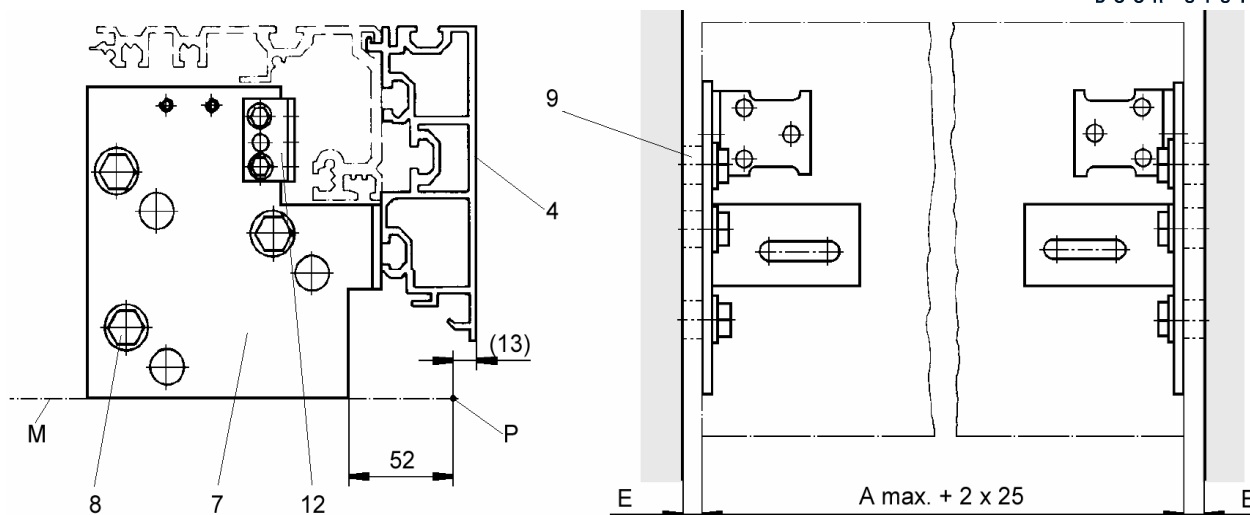

Рисунок 2.10 – Монтаж стеновых адаптеров
6. По горизонтали на линии М отмерить и маркировать расстояние в 52 мм внутрь от точки Р. То же проделать на противоположной стороне (см рисунок 2.10).
7. Сориентировать стеновой (боковой) адаптер (7) по линии М и закрепить с помощью трех крепежных винтов М 10 (8) к стене. Если необходимо, расстояние Е слева и справа выравнить с помощью подкладок (см рисунок 2.10).